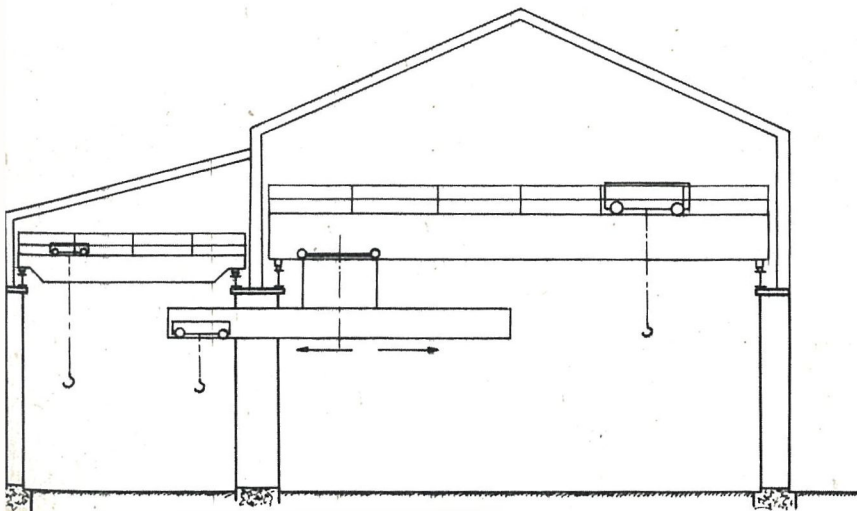

Fig. 4. Ineenschuifbare loopkraan
- Ineenschuifbare loopkraan (fig. 4).